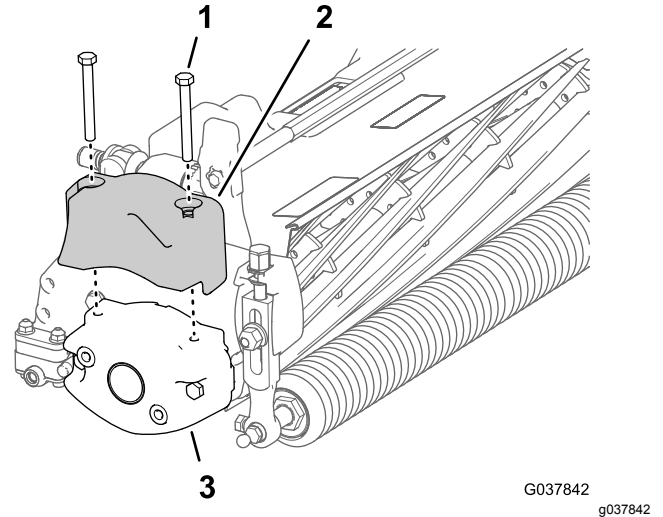

Figure 3
5. Si vous installez le kit sur une unité de coupe ou une TriFlex hybride, retirez les 2 vis qui fixent le contrepois électrique au cylindre, et déposez le contrepois (Figure 3).